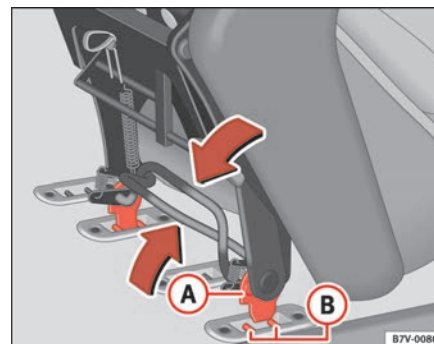

Abb. 93 Sitz einbauen: Bügel und Bolzen
- Stellen Sie das Sitzgestell ⇒ Seite 132, Abb. 93 **A** zwischen die Haltebolzen **B** in die Bodenverankerungen und lassen Sie beide Bügel los.